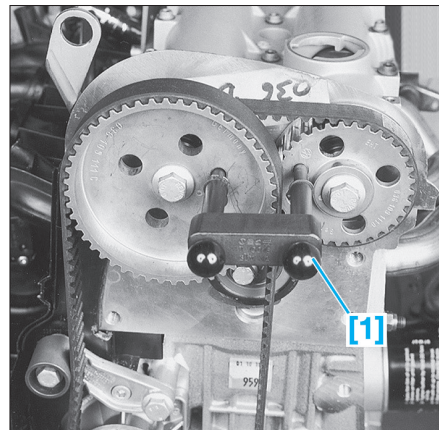

Fig. 2
- Immobiliser les roues dentées d'arbres à cames à l'aide de l'outil [1] (Fig.2).